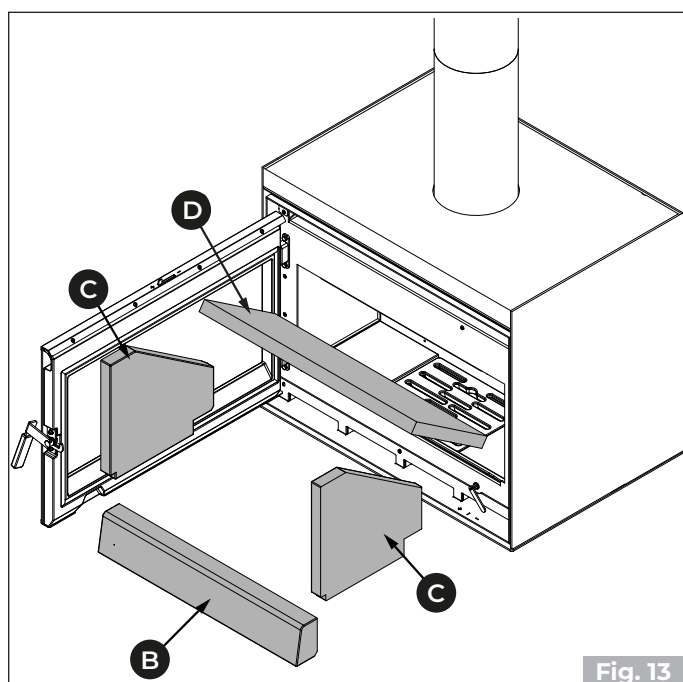
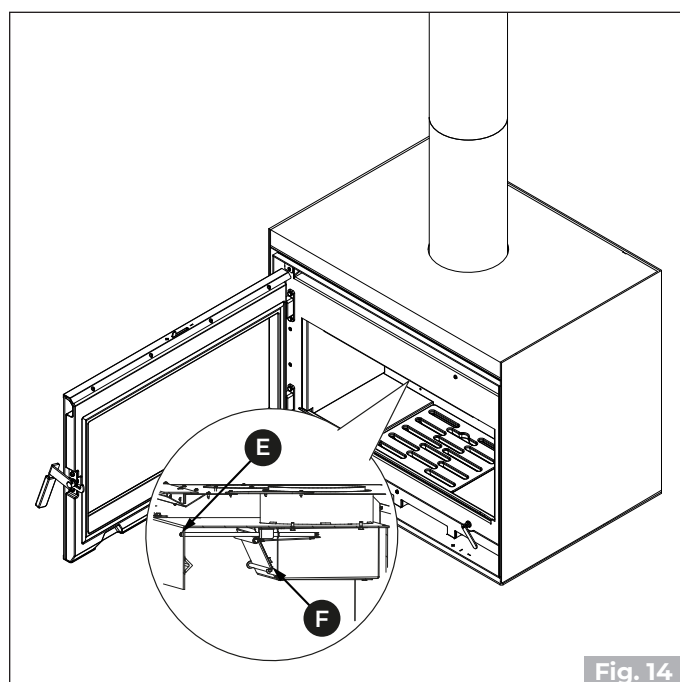

Fig. 13
Fig. 14
L'apparecchio viene fornito con la valvola di bypass (**F**) già regolata in battuta sulla scatola (**"Fig. 14"**). Qualora la regolazione non sia adeguata, ritardare la valvola in modo da ottenere una buona combustione. Procedere come segue:
1. Rimuovere in sequenza la parete di fondo (**B**), le pareti laterali (**C**) e il deflettore superiore (**D**) (**"Fig. 13"**).
2. Allentare la vite (**E**) al fine di posizionare in battuta la valvola bypass (**F**) sulla scatola (**"Fig. 14"**).
Aprire la porta, Sollevare il deflettore (D) e rimuovere la lamiera della post-combustione (A) (“Fig. 13”). Rimuovere in sequenza la parete di fondo (B), le pareti laterali (C) e il deflettore superiore (D) (“Fig. 14”) (paragrafo **“Regolazione valvola bypass”**.)